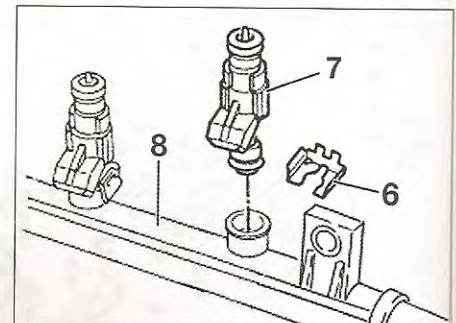
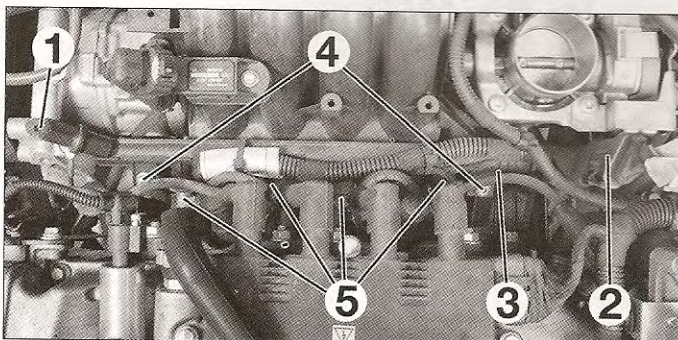

FIG. 18
FIG. 17
- Desatornillar el tapón del racor (1) de la rampa de inyección (fig. 17).
- Conectar un manguito con un adaptador adaptado sobre el racor (1) para anular la presión en la rampa.
- Desconectar el conector eléctrico (2) del cableado de los inyectores.
- Desconectar el racor rápido (3) de la tubería de combustible.
- Desatornillar los tornillos de fijación (4) de la rampa de inyección y desmontar ella con los inyectores.
- Desconectar los inyectores (5).
- Retirar la grapa (6) de sujeción del inyector (7) en la rampa (8) (fig. 18).